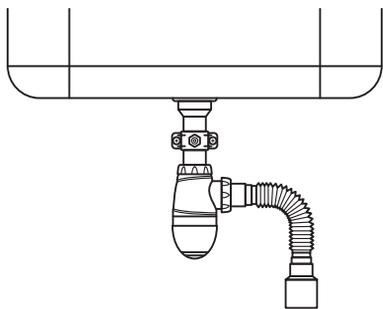

Рис. 15
Дренажный хомут подходит для применения с большинством стандартных пластмассовых дренажных патрубков. Устанавливать дренажный хомут необходимо по вертикальной части трубы до первого изгиба сифона (Рис. 15).
- 5.6.2. Разместите хомут так, чтобы отверстие в хомуте совпадало с просверленным отверстием в сифоне (Рис. 15).